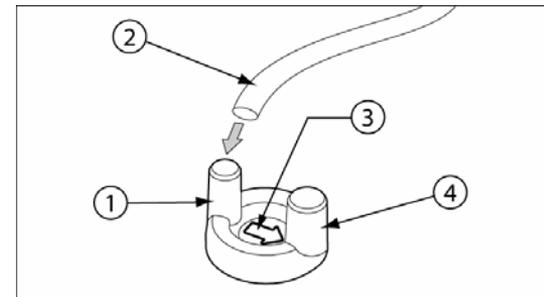

Abbildung 4: Eingas-Kalibrieradapter
Zur Kalibrierung von O₃- und ClO₂-Sensoren mithilfe des Eingas-Kalibrieradapters siehe Abbildung 4, Tabelle 11 und die nachfolgend beschriebenen Verfahren:
1. Den Adapter in die Sensorposition Toxisch 2 am Detektor einsetzen (siehe Abbildung 4). Fest drücken, bis die Verriegelungen mit einem hörbaren Klicken einrasten.